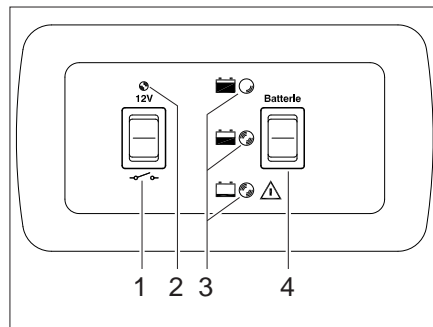

Bild 96 Panel LT 109-5
Med huvudbrytaren 12 V (Bild 96,1) kopplas bodelens 12 V-försörjning till eller från.
**Slå på:** ■ Tryck vippkontakten (Bild 96,1) uppåt: 12 V-försörjningen för bodelen är påslagen. 12 V-kontrolllampan (Bild 96,2) lyser.
**Slå från:** ■ Tryck vippkontakten (Bild 96,1) neråt: 12 V-försörjningen för bodelen är avstängd. 12 V-kontrolllampan (Bild 96,2) slocknar.
Med vippkontakten "Batteri" (Bild 96,4) kan bodelbatteriets laddningsnivå kontrolleras.
**Indikeringar:** ■ Tryck på vippkontakten "Batteri" (Bild 96,4): Bodelens batteriladdningsnivå visas.
Efter att ha tryckt på vippkontakten lyser kontrollampan (Bild 96,3) rött, gult eller grönt: